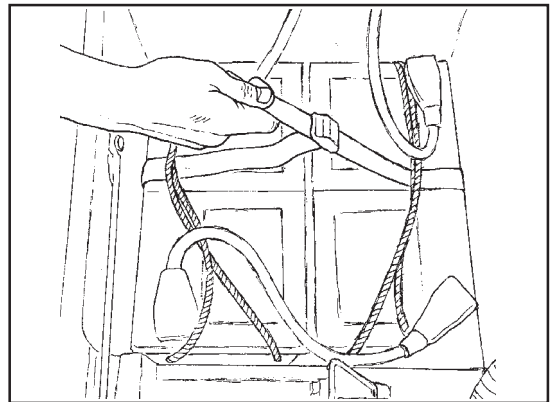

Abb. 12
11. Sichern Sie die Batterien mit den Batterieriemen (siehe Abb. 12).